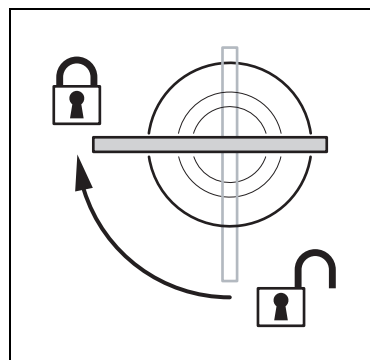

figura 2: blocco dell'elemento di fissaggio a un quarto di giro
1. montare un morsetto di regolazione su un supporto di aggancio per morsetti Omega, quindi fissare il supporto Omega all'apparecchio utilizzando i punti di montaggio a un quarto di giro sul pannello posteriore (vedere figura 1 a pag. 6). Assicurarsi che gli elementi di fissaggio a un quarto di giro siano ruotati di 90° in senso orario per bloccarli (vedere figura 2).